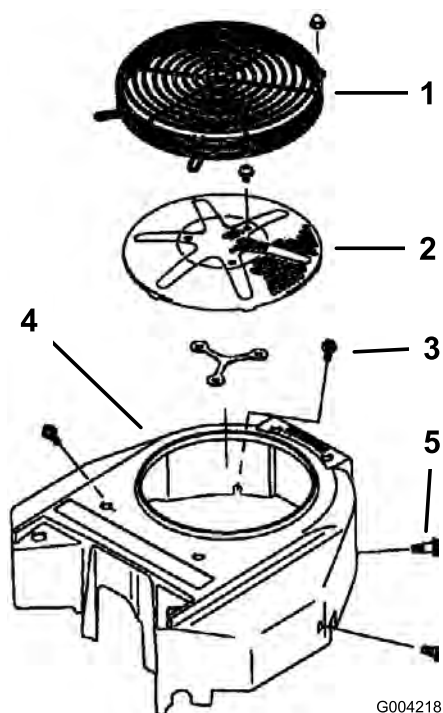

Figure 47
3. Retirez la grille d'entrée d'air, le lanceur et le boîtier du ventilateur (Figure 47).
5. Remettez la grille d'entrée d'air, le lanceur et le boîtier du ventilateur (Figure 47).